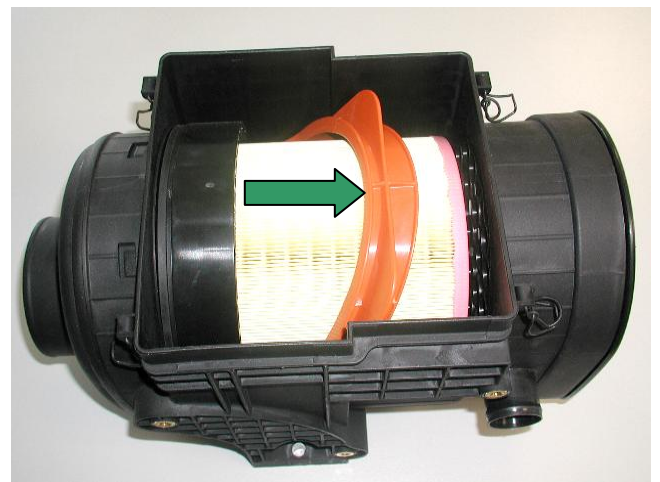

Fig. 7 Verrouillage de l'étrier de serrage
- Rabattre entièrement l'étrier de serrage dans le sens « Lock » (voir Fig. 7) et mettre le couvercle en place.